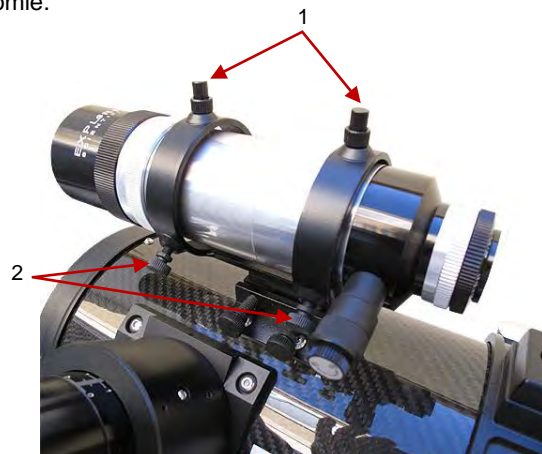

Fig. 4, Vis de réglage d'alignement du chercheur
4. Regardez dans l'oculaire du chercheur et desserrez ou serrez, selon le cas, une ou plusieurs des vis d'alignement du chercheur (**2, Fig. 4**) jusqu'à ce que le réticule du chercheur soit précisément centré sur l'objet que vous avez précédemment centré dans l'oculaire du télescope.
REMARQUE : Les deux vis situées sur le haut du chercheur (1, Fig. 4) ne sont pas des vis de réglage. Ils sont à ressort et servent à tenir la lunette de visée.